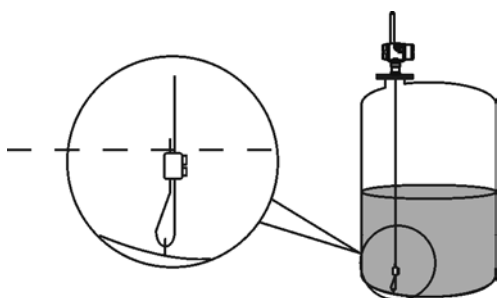

Рис.6.
- Следует избегать контакта зонда с мешалками. Зонд необходимо крепить ко дну резервуара при его установке в областях сильного течения жидкости, а так же, если зонд во время работы может находиться на расстоянии менее 30 см до стенок или внутренних конструкций в резервуаре (рис.6).